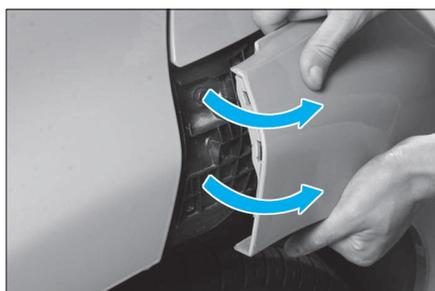

FIG. 134
- A l'aide d'une deuxième personne, décliper de chaque côté le bouclier comme illustré (Fig.134).